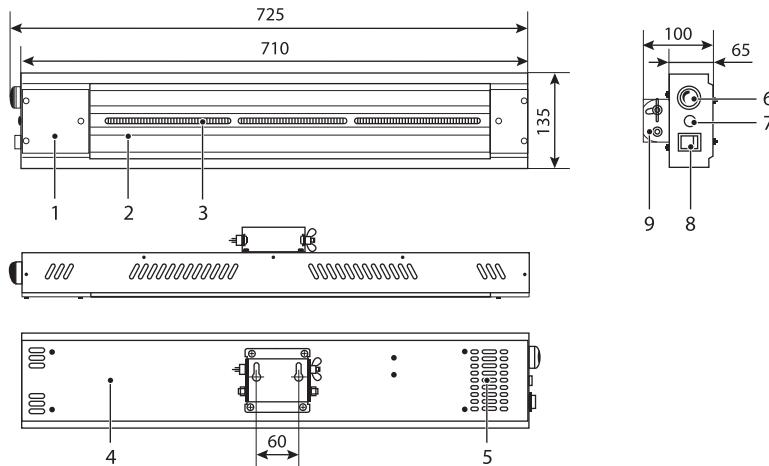

Рис. 1.
2. Прикрутите кронштейн к корпусу обогревателя таким образом, чтобы расположение отверстий для монтажа на стену совпадало с рис. 1.
- На стене с помощью уровня и рулетки (линейки) следует разметить отверстия для монтажа обогревателя. Размеры для разметки приведены на рис. 1.